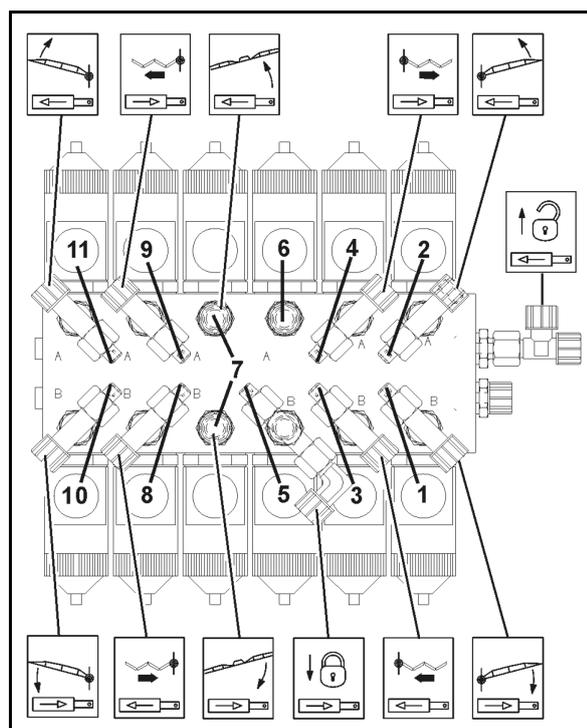

Fig. 187
1. Comprobar que el nivel de aceite sea visible en la marca (Fig. 187/1) con la bomba parada y en posición horizontal.
3. Retirar el tapón (Fig. 187/2) y rellenar con aceite, si el nivel no es visible en la marca (Fig. 187/1).